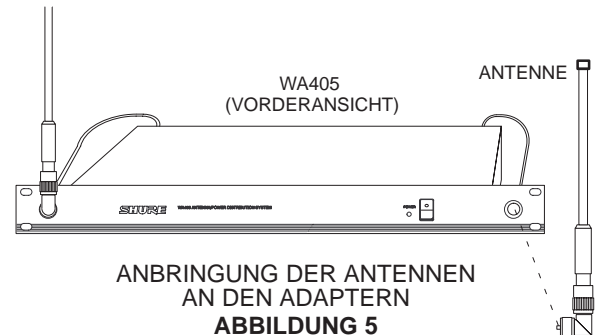

ABBILDUNG 5
3. Die Antennen auf den aus der Frontabdeckung herausragenden Zentralbefestigungsadaptern anbringen. Siehe Abbildung 5.